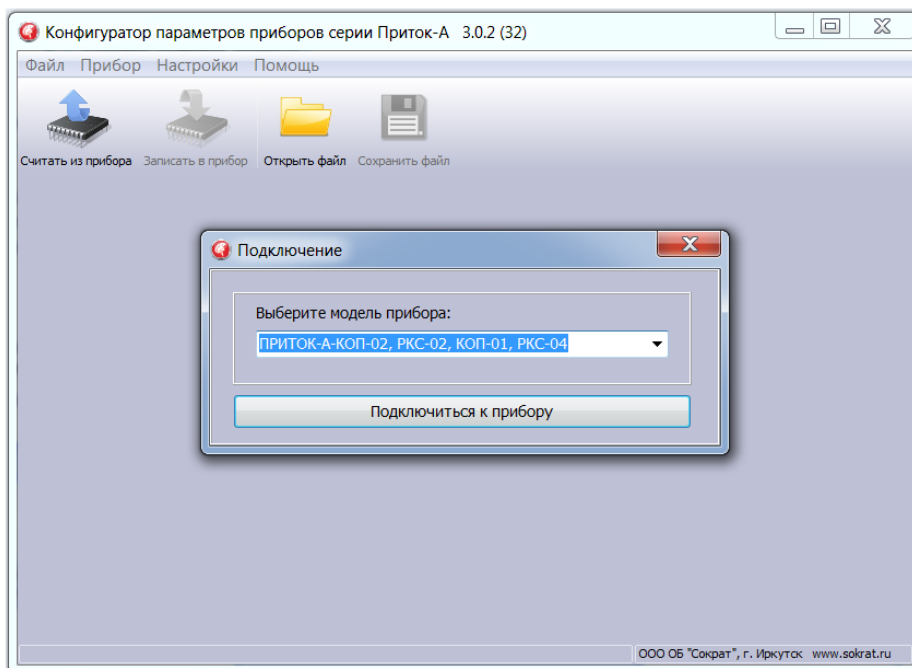

Рисунок 4
1) Подключите КОП к компьютеру с помощью стандартного кабеля miniUSB и запустите программу «Конфигуратор параметров приборов серии Приток-А». В левом верхнем углу окна программы нажмите кнопку «Считать из прибора». В появившемся окне «Подключение» выберите пункт «ПРИТОК-А-КОП-02, РКС-02, КОП-01» и нажмите кнопку «Подключиться к прибору» (см. рисунок 4). Дождитесь завершения чтения параметров от КОП.